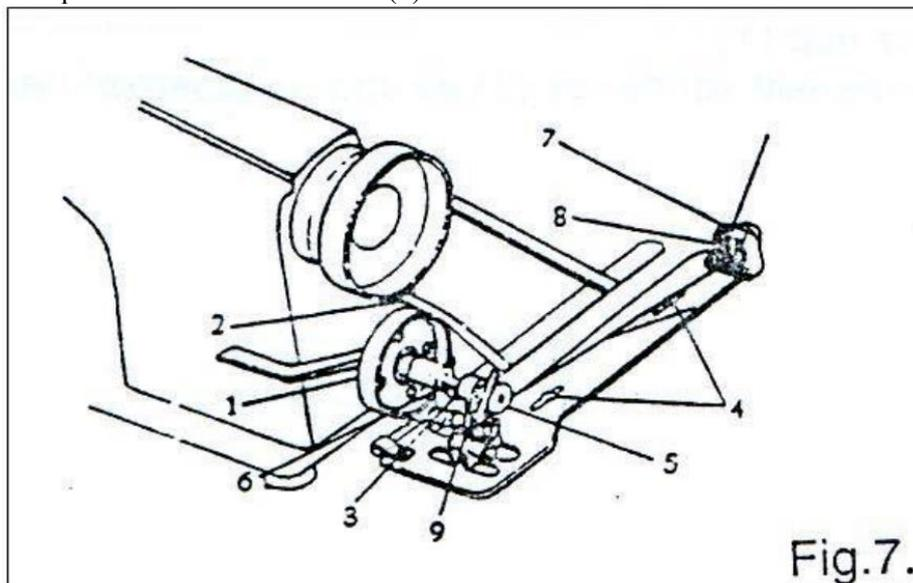

Fig.7.
9. Намотка нити на шпульку (Рис. 7) (20123/230)**ВНИМАНИЕ!***Не направляйте нить рукой и не держитесь за нить при намотке нити на шпульку.*